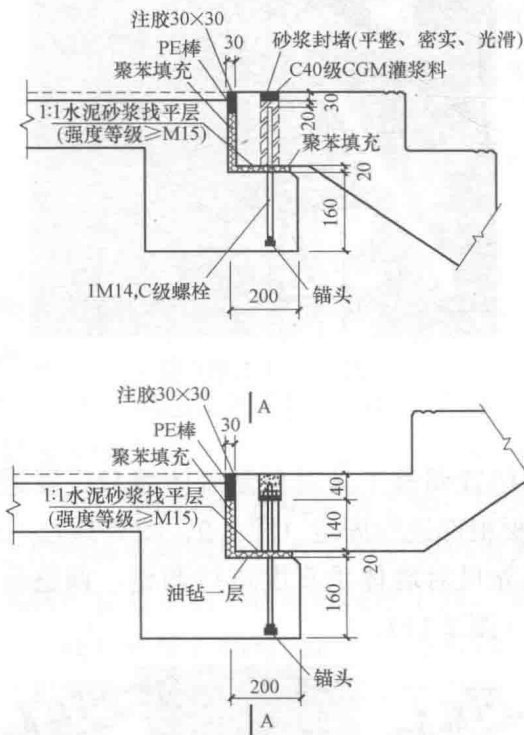

图 2-12 梯梁预埋连接示意图
(1) 预埋连接钢筋：在楼梯现浇梯梁浇筑时，应按照图纸要求预埋连接钢筋（图 2-12）。